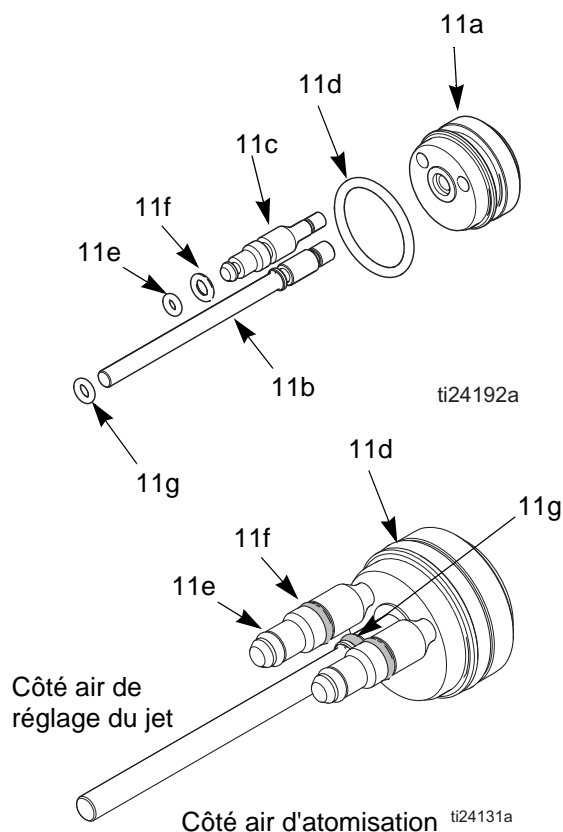

FIG. 22 . Joints toriques du piston
4. Retirez la tête du piston (13) de l'arrière du pistolet.
5. Poussez sur la tige du piston (11) pour sortir le piston par l'arrière du pistolet.
6. Contrôlez si les joints toriques (11d, 11e, 11f, 11g) sont endommagés. Consultez le Tableau 3 et la FIGURE 22.
9. Installez le ressort (12) et la tête du piston (13).